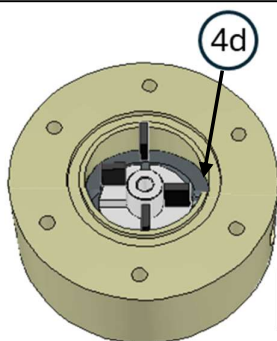
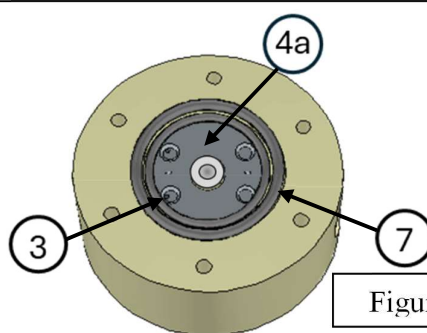

Figura 13b
Figura 13c
- 6-Posizionare le quattro palette in grafite(4d) nelle fresature del rotore (Figura 13b); inserire quindi il disco anteriore in grafite (4a) con la sede dell'o-ring rivolta verso l'esterno (Figura 13c), quindi posizionare poi gli O-ring(3) e (7).